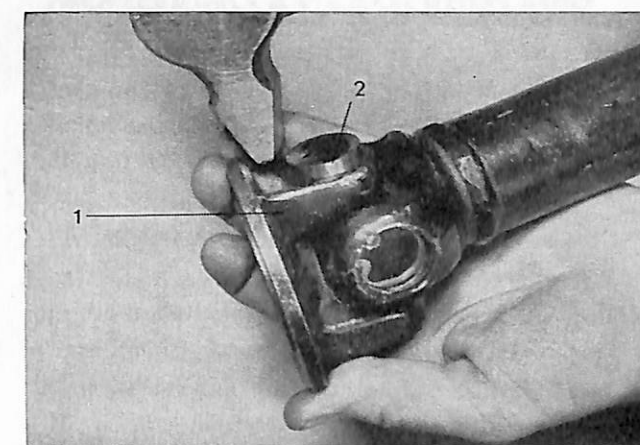

Bild 7. Isärtagning av kardanknut.
3. Knacka med en hammare den fria medbringargaffeln (1, bild 7) så långt det går mot axelkorsens centrum. Härvid kryper nållagerhylsan (2) ut till ungefär halva sin längd vid den sida som man knackar.
7. Tag bort medbringargaffeln (1) samt driv ut den kvarvarande nållagerhylsan.